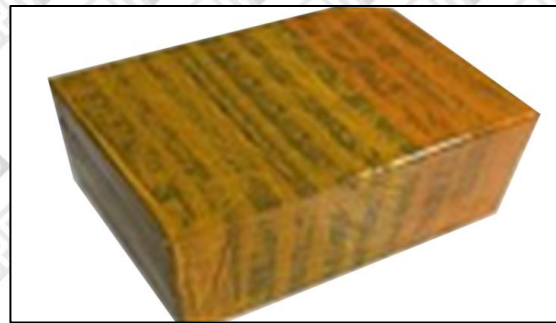

Figura 2
**Embalaje de express nacional:** generalmente empaquetado con cinta transparente a prueba de agua como se muestra en la Figura 2